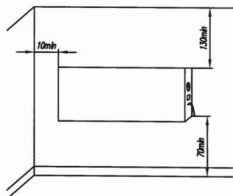

Рис.1 Условия монтажа и крепления на стену
2. Установить min высоту от пола до нижней части конвектора не менее 70 мм(см.рис.1).